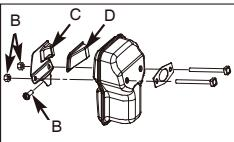

Fig. 17B
- Rimuovere le 2 viti di fissaggio del coperchio (C). (Fig. 17B)
- Gettare lo schermo parascintille utilizzato (D) e sostituirlo con uno nuovo.